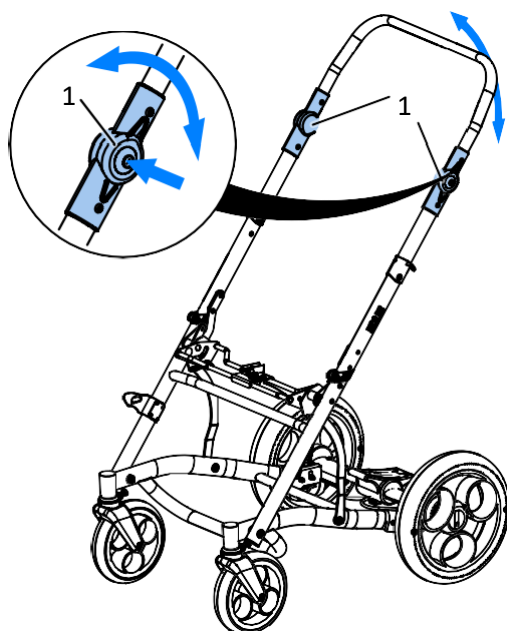

Fig. 11
Premere contemporaneamente i pulsanti (1) dei regolatori del maniglione su entrambi i lati del passeggino, quindi posizionare il maniglione all'altezza appropriata. Dopo la regolazione, spostare su e giù per sentire il "clic" del blocco Fig. 11.